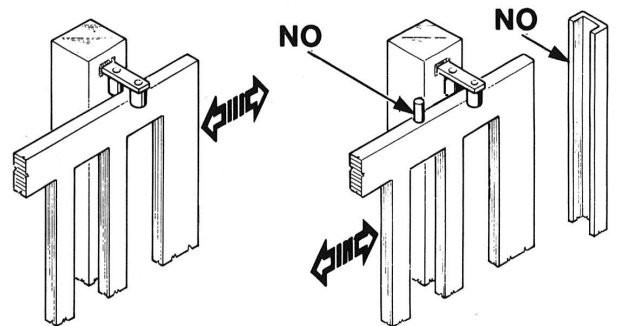

FIG. 3
Die Torsäulen müssen oben Vorrichtungen gegen ein Entgleisen besitzen (Fig. 3), um unfreiwilliges Aushaken zu vermeiden.
**ANMERKUNG:** Die in Fig. 3 beschriebenen mechanischen Anschläge entfernen. Es dürfen keine mechanischen Anschläge über dem Tor vorhanden sein, da diese nicht ausreichend sicher sind.